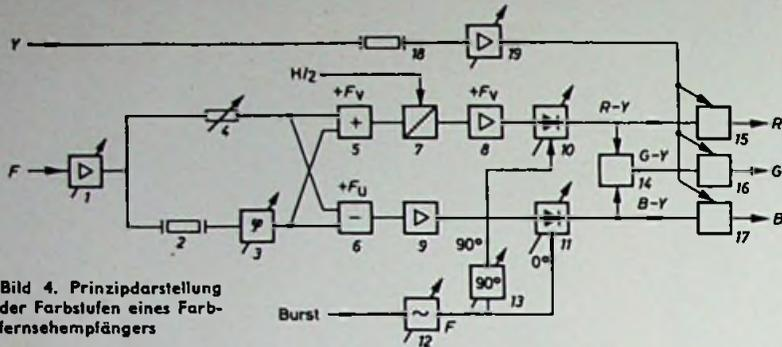

Bild 4. Prinzipdarstellung der Farbstufen eines Fernsehempfängers
grau. Der zweite Balken weist eine -U-Farbkomponente auf. Der erste Balken enthält die addierten Farbsignale des zweiten und dritten Balkens V-U. Da das +V-Signal ebenso wie beim dritten Balken im Empfänger (Bild 4; die nachstehend jeweils in Klammern angegebenen Zahlen beziehen sich auf die entsprechend bezeichneten Baugruppen und Einstellelemente in diesem Bild) in der Additionsstufe (5) aufgehoben wird, wirkt sich also nur das -U-Signal auf dem Schirm aus; der erste und der zweite Balken sehen beide gelblich-grün aus. Wichtig ist bei dieser Prüfung, daß durch Justierung von Phase (3) und Amplitude (4) in den Balken keine VB (= Venetian Blinds oder PAL-Streifen oder Jalousie-Effekt) mehr zu beobachten sind. Amplitudenfehler (4) sind nur nach VB-Minimum im dritten, und Phasenfehler (3) sind entsprechend dem zweiten Balken zu korrigieren. Verfärbung des dritten Balkens zeigt falsche Phase des Farbträgerzusatzes im (B-Y)-Synchrongleichrichter (11) an.